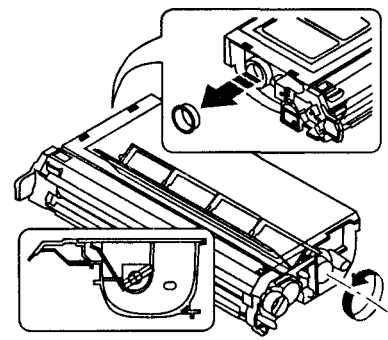

Рис. 7.12
8. Установите узел девелопера в картридж, так, чтобы шестерня привода узла вошла в зацепление с шестерней тонер-картриджа. Затем вращайте против часовой стрелки шестерню картриджа (рис. 7.12), чтобы проверить работу привода. Если шестерня не вращается или для этого необходимо значительное усилие, разбирайте узел и определяйте причину дефекта, в противном случае заменяйте сам картридж.
ром. Удалите пробку с трубы для тонера и пробку бункера для тонера на картридже (рис. 7.12).